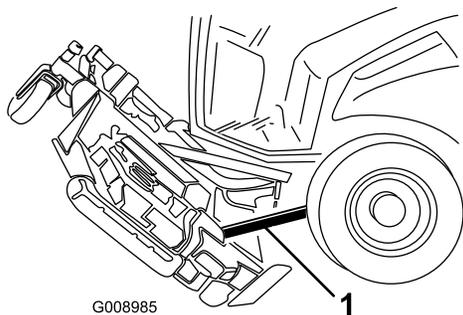

Рисунок 125
- Поместите упорный деревянный брусок между задней частью деки и машиной (Рисунок 125).